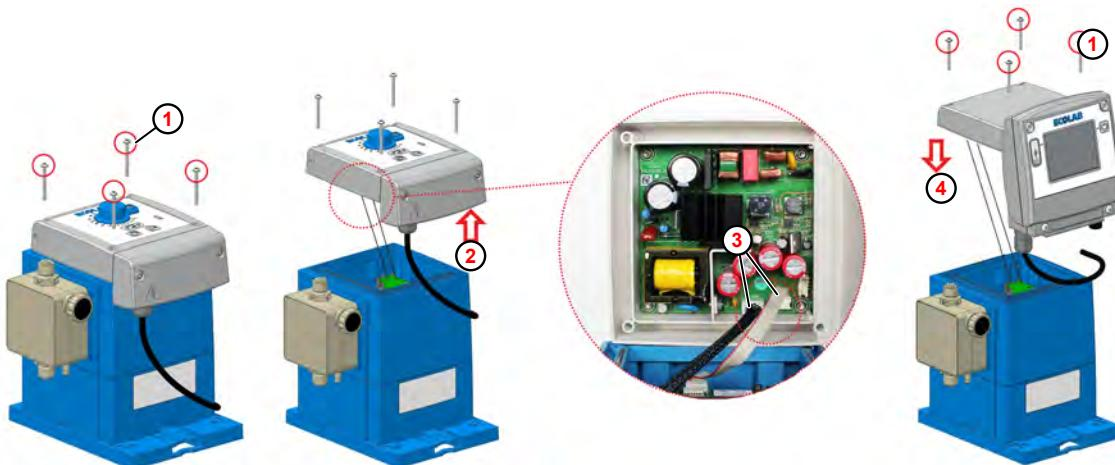

Fig. 33: Passaggio a EcoAdd
① Vite di fissaggio
② Smontare la centralina di comando
③ Spina
④ Montare la centralina di comando
1. Allentare le viti di fissaggio (Fig. 33 , ①) della centralina di comando **EcoUp** con una chiave Torx (TX25).